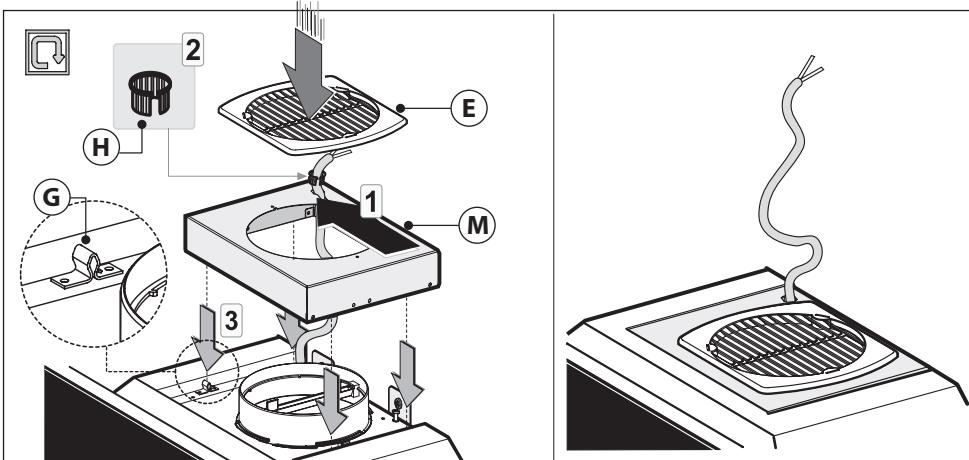

Fig.6
-För in matarkabeln i hålet i kupolen **M** som visas i Fig.6.
-Sätt tillbaka kupolen **M** och gallret **E** på plats. Se till så att den hakas fast ordentligt i spårarna **G** (Fig.6).